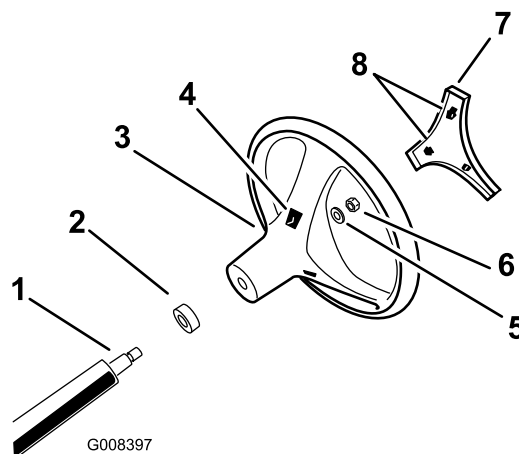

Figura 3
- Attraverso le aperture sul retro del volante, sganciate le linguette di bloccaggio del coperchio centrale e togliete il coperchio dal volante (Figura 3).
- Togliete il dado di bloccaggio e la rondella dal piantone dello sterzo (Figura 3).
- Allineate il volante sulle scanalature del piantone (Figura 3).
- Montate la rondella e il dado di bloccaggio del piantone dello sterzo (Figura 3).
6. Allineate le linguette del coperchio centrale alle aperture nel volante e premete il coperchio sul volante finché le linguette di bloccaggio non scattano in posizione (Figura 3).